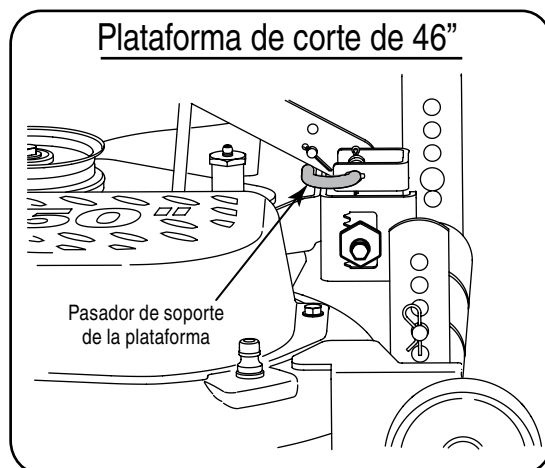

Figura 22
4. Mirando la plataforma de corte desde el lado izquierdo del tractor, localice el pasador de soporte de la plataforma ubicado en el lado posterior izquierdo de la plataforma. Vea la Figura 22.